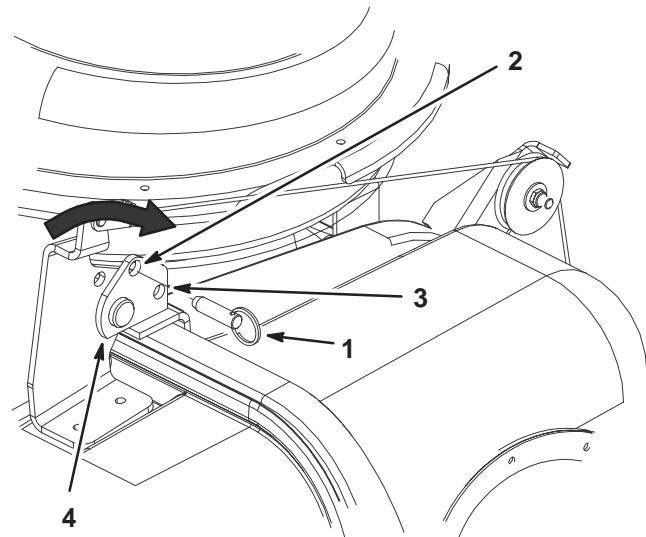

Figure 23
4. Lorsque le bac de ramassage est ouvert, retirez la goupille de maintien et introduisez-la dans le trou de la charnière (Fig. 23).